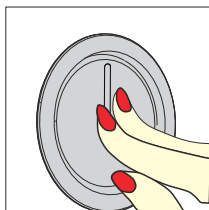

Abb. 14: versenkter Drehknopf
- Wenn der Garvorgang beendet ist, drehen Sie den Drehschalter in die Aus-Position (12 Uhr Position) und drücken den Drehschalter nach innen (Abb. 14).